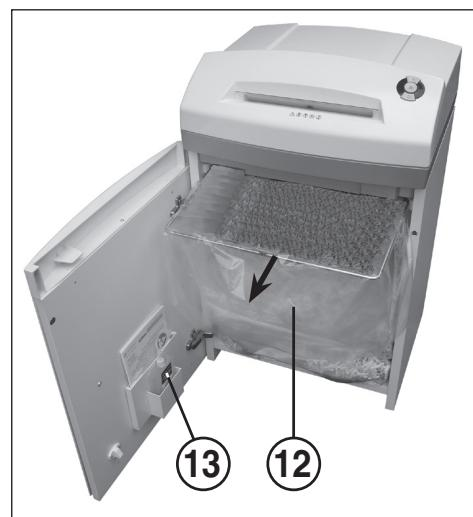

Fig. 4
12 = Saco recolector para papel (Fig. 4)
13 = Botellita de aceite (Fig. 4)
CÓMO VACIAR EL SACO RECOLECTOR PARA PAPEL (Fig. 4):
Abra la puerta. El indicador de control (8) se enciende y el indicador piloto del pulsador de retroceso (4) así como el indicador de control (7) **parpadean**. Tome la botellita de aceite (13) (Fig. 4) situada en el soporte de la puerta y vuelva a cerrar la puerta.